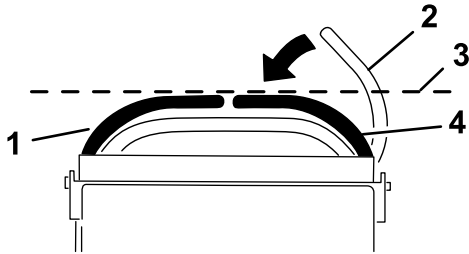

Figure 60
4. Vérifiez l'alignement horizontal des leviers de commande de déplacement (Figure 60).